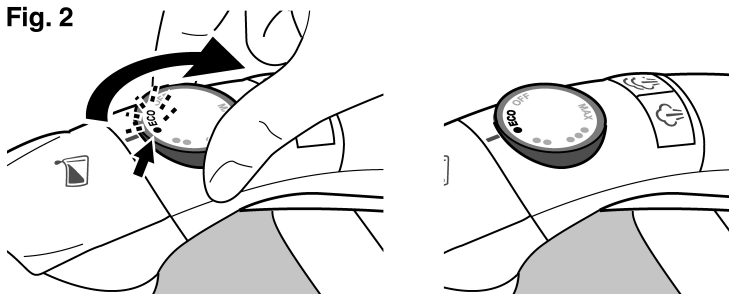
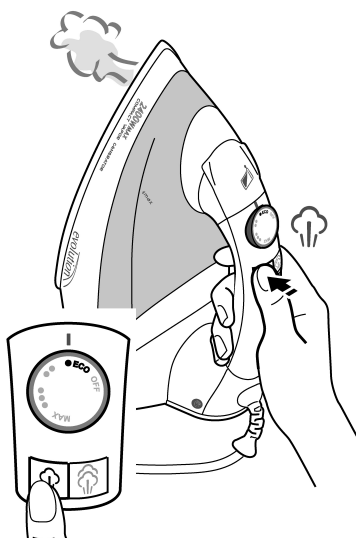

Fig. 3
Fig. 4
- 1 Pulse el pulsador (5) para seleccionar vapor medio (fig. 3) o el pulsador (6) para vapor máximo. (fig. 4).